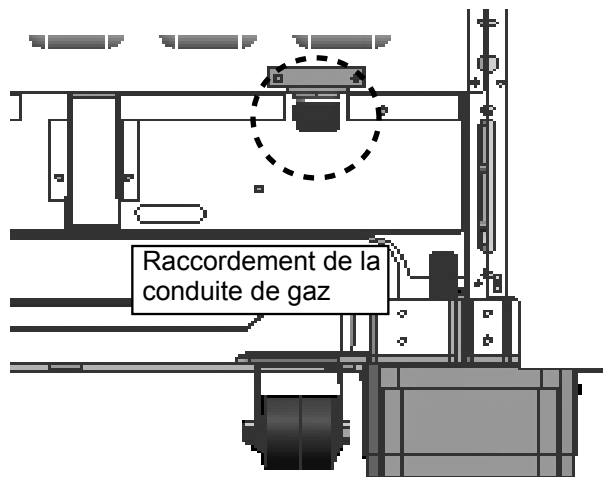

Figure 14: Raccordement du connecteur de la conduite de gaz
- Utilisez un tuyau à gaz souple de $\frac{3}{4}$ po (19 mm) entre l'alimentation en gaz et le tuyau d'arrivée de l'appareil, lequel est situé à l'arrière de l'appareil, en bas à droite. Le filetage externe du tuyau d'arrivée de gaz de l'appareil est de type NPT $\frac{3}{4}$ po (19 mm) et le filetage interne est de type NPT $\frac{1}{2}$ po (13 mm) (voir Figure 14).